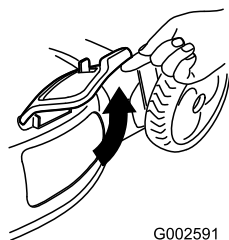

Bild 38
2. Öffnen Sie die Seitenauswurfklappe (Bild 38).